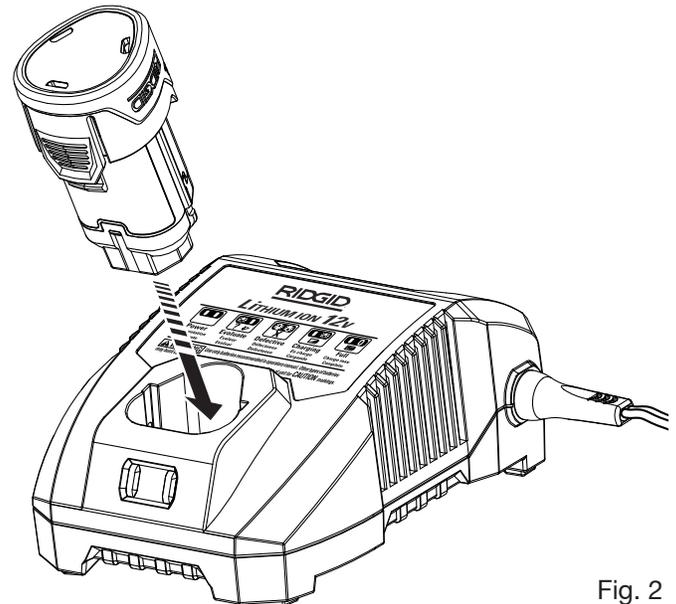

Fig. 2
- Aligner les nervures du bloc de batteries sur les rainures du chargeur, puis insérer le bloc de batteries dans le chargeur. *Voir la figure 2.*